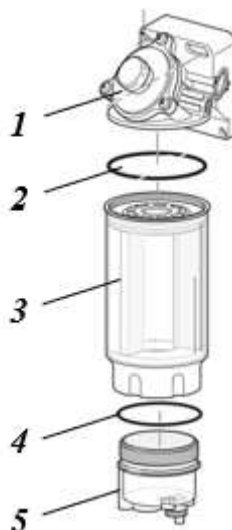

Рисунок 5.31. Замена фильтра грубой очистки топлива
- Закрывать кран подачи топлива к фильтру (рис. 5.30). Процедура замены фильтра показана на (рис. 5.31).